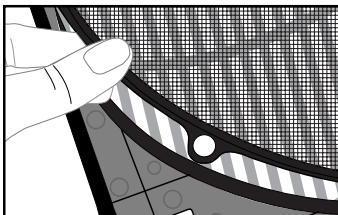

Fig. 18
4. Retire el prefiltro empujándolo suavemente hasta extraerlo de las 4 varillas. Vea la Fig. 18.
6. Vuelva a colocar el prefiltro empujando los 4 lazos del filtro sobre las 4 varillas de la rejilla. Vea la Fig. 18.